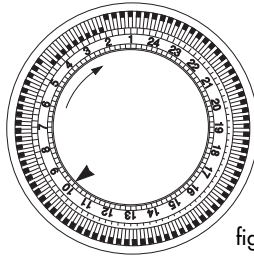

fig.5
- Se efter hur mycket klockan är. Om vi antar att klockan är 10 vrider du kopplingsurets sifferförsedda skiva medsols tills visaren på ▲ kopplingsuret pekar på talet 10 (fig.5).